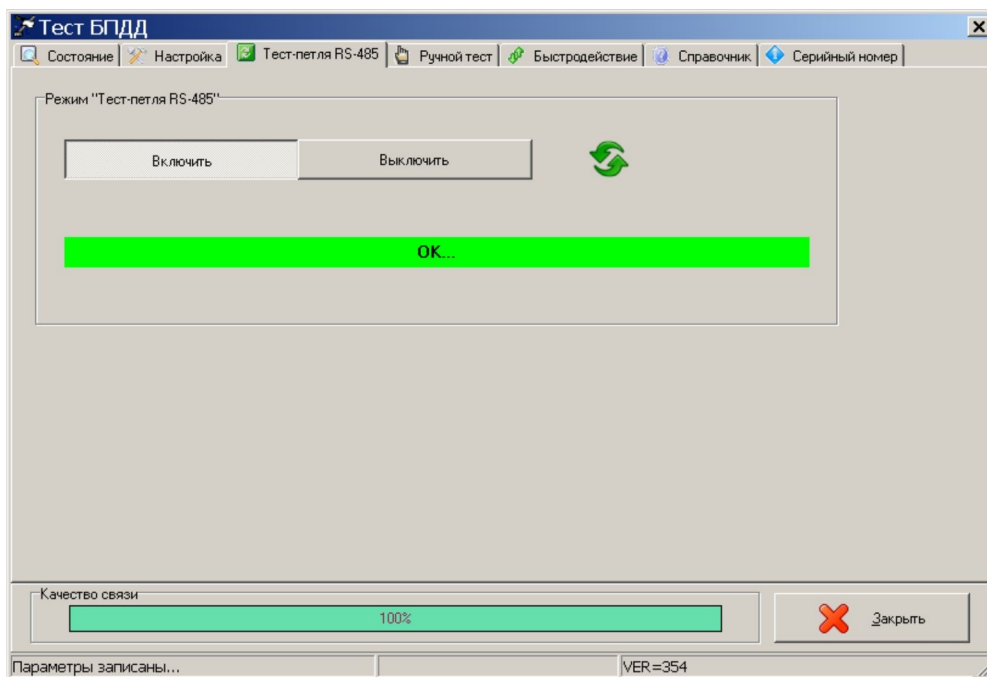

Рисунок 23
- 4) Выбрать в таблице устройств блок «БПДД». В окне «Поиск» выбрать команду «Тест», затем вкладку «Тест-петля RS-485». Выполнить команду «Включить» (рисунок 23). Проверить появление сообщения «ОК» на зеленом фоне.